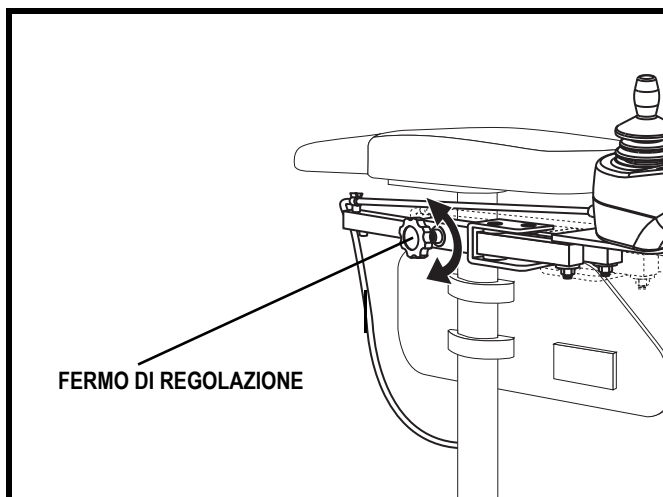

Figura 18. Regolazione dell'altezza della parte superiore del bracciolo
1. Allentare il fermo del bracciolo girandolo in senso antiorario. **Vedere figura 18.**